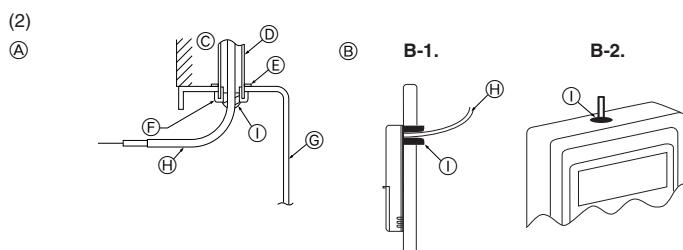

Fig. 6-3
(1) Selezionare un luogo adatto per l'installazione del comando a distanza. I sensori della temperatura sono situati sia sul comando a distanza che sulla sezione interna.
(2) Sigillare l'apertura di servizio del cavo del comando a distanza con mastice, per evitare la possibile entrata di condensa, acqua, scarafaggi o vermi. (Fig. 6-3)
(3) Per installazione nella scatola degli interruttori:
- (B) Per un'installazione diretta sul muro, selezionare uno dei seguenti metodi: